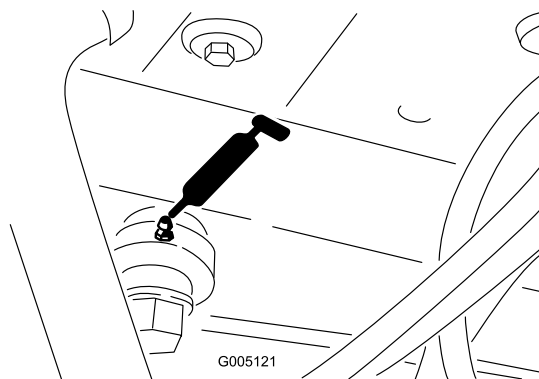

Figura 43
- Estremità del cilindro sterzante (Figura 43)